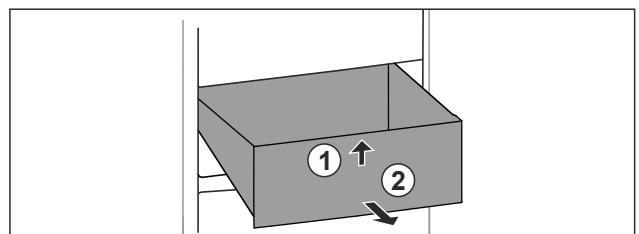

Fig. 114
- ▶ Soulever la partie avant du tiroir. *Fig. 114 (1)*.
- ▶ Retirer le tiroir par l'avant. *Fig. 114 (2)*